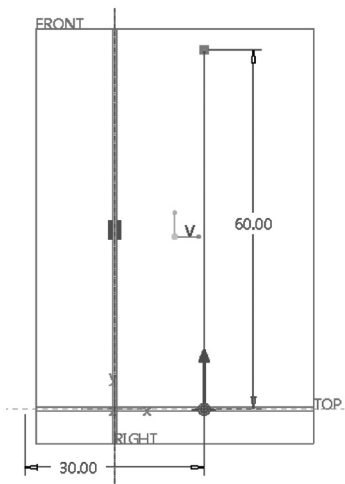

图 4-130 草绘螺旋扫描轮廓和几何中心线
4) 草绘螺旋扫描轮廓和一条几何中心线,如图 4-130 所示,单击  (确定) 按钮。